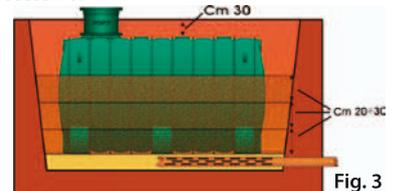
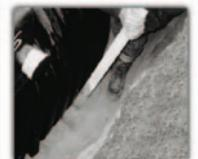

Fig. 3
Fig. 5
5. Riempire il serbatoio per circa 20-30 cm con acqua e colmare lo spazio vuoto tra il serbatoio e la parete dello scavo con sabbia, fino al livello dell'acqua, con strati di circa 20-30 cm per volta (fig. 3), badando bene a **compattarli perfettamente**, aiutandosi con un **paletto di legno** (fig. 5) o **altri mezzi idonei**. Evitare di scaricare la sabbia in grosse quantità, perché questo potrebbe creare accumuli, capaci di deformare il serbatoio, mentre potrebbe generare vuoti in altre zone. **È fondamentale cercare di compattare al massimo ogni singolo strato che viene aggiunto.**
7. Raccomandiamo di colmare la parte superiore della buca, fino all'inizio della prolunga del duomo, se presente, con sabbia non riciclata, completando l'ultima fase di interro con terreno vegetale, avendo cura di non superare la profondità massima di interro di 30 cm, come indicato nella fig. 3. (~ 50 cm per la serie NER).